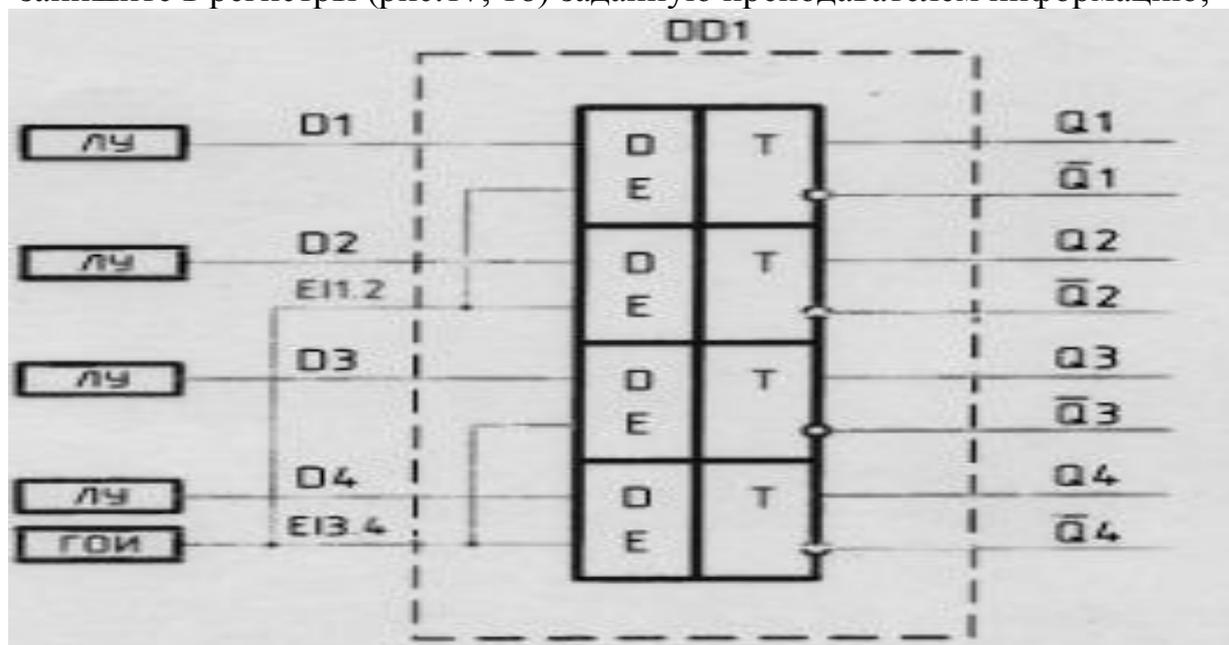

Рис. 1. Исследование принципа построения параллельного регистра на D- триггерах К155ТМ7
- исследуется принцип построения параллельных регистров (рис. 1);